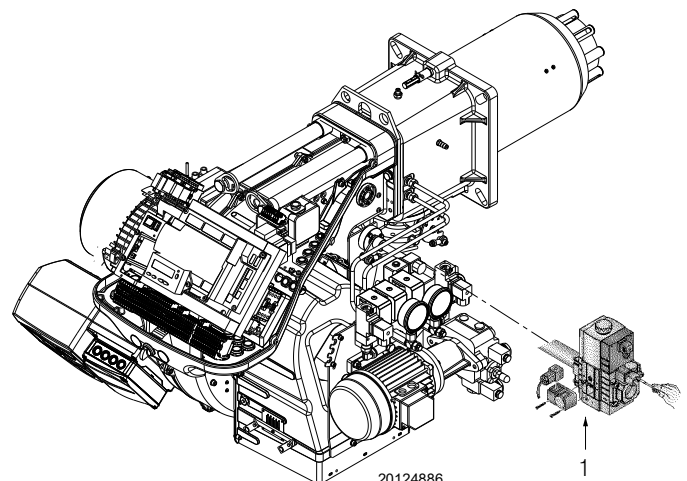

Fig. 38
- Controlar la presión de alimentación del gas conectando un manómetro a la toma de presión 1)(Fig. 38) del presostato gas de mínima: debe ser inferior a la presión máxima permitida de la rampa de gas, que figura en la placa de características.
- Purgar el aire de la línea de la rampa de gas, conectando un tubo de plástico en la toma de presión 1)(Fig. 38) del presostato gas de mínima.